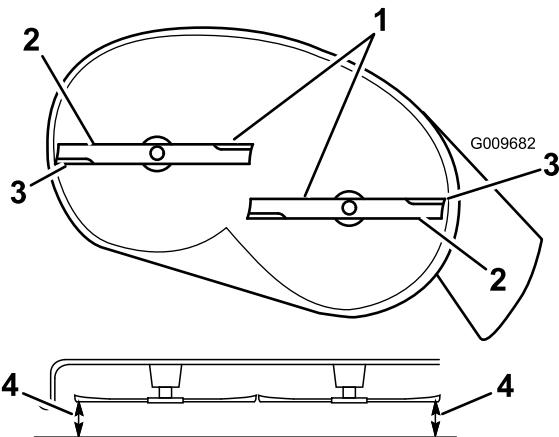
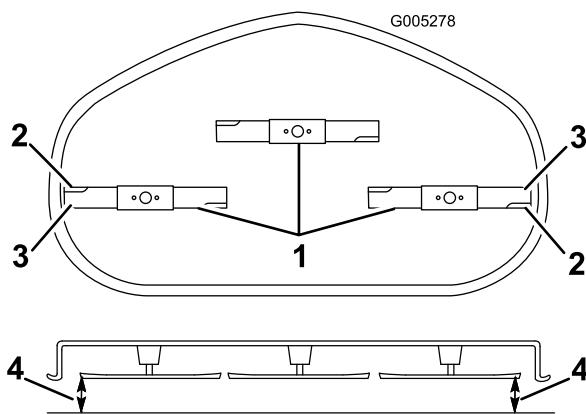

Figura 57
Figura 58
4. Rode cuidadosamente as lâminas para que todas estejam alinhadas (Figura 57 e Figura 58).
5. Meça entre as extremidades de corte exteriores e a superfície plana (Figura 57 e Figura 58).